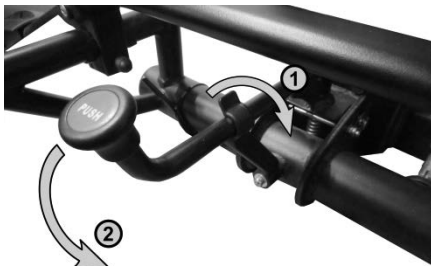

Figure 18 : Mécanisme de basculement
Pour ouvrir le coffre ou pour l'atteindre plus facilement lorsque des vélos sont montés sur le porte-vélos, vous pouvez rabattre le porte-vélos. Pour cela, vous devez d'abord tourner l'étrier de sécurité ① du mécanisme de basculement vers le côté (fig. 18). Tenez impérativement l'étrier en U ou le porte-vélos dans une main (risque de blessures suite à un rabattement soudain du porte-vélos avec les vélos vers l'arrière) et abaissez le levier de déverrouillage ② du mécanisme de rabattement avec l'autre main. Vous pouvez désormais basculer le porte-vélos.